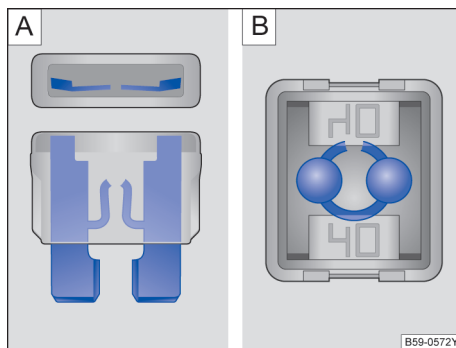

图 145 烧断的保险丝：[A] 扁平插入式保险丝，[B] 方块型保险丝
- 烧断的扁平插入式保险丝 (ATO®、MINI®) 可从上面和侧面透过透明外壳通过熔断的金属条来识别 → 图 145 [A]。
- 对于烧断的方块型保险丝（JCASE®），烧断的金属条可从上面透过透明的外壳来识别→图 145 B。